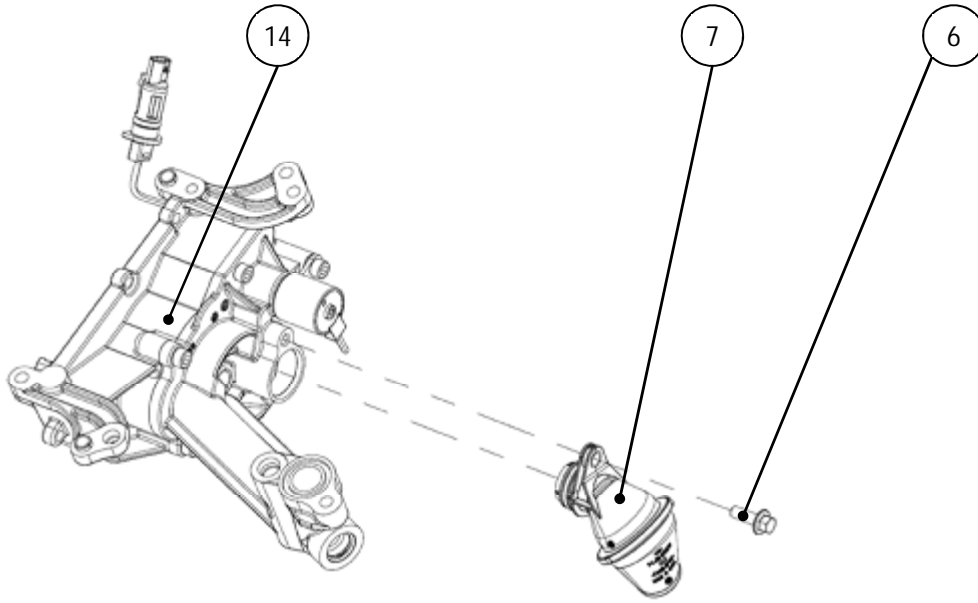

图 G-4 收集器装配
- 1) 往机油泵⑭的机油收集器⑦安装孔内，加注一定量的润滑油，以便润滑机油泵⑭的转子内腔，推荐加注量为 5mL。
- 2) 将收集器⑦自带的 O 型圈表面上均匀涂上少许润滑油。
- 3) 将收集器⑦的管口按图 G-4 所示方向插入机油泵⑭的安装口内。
- 4) 从六角法兰面螺栓⑥螺纹头部开始均匀涂一圈锁固剂，并保证（3~5）个牙的涂胶量，按图 G-4 所示位置插入并拧紧，将收集器⑦固定在机油泵⑭上。